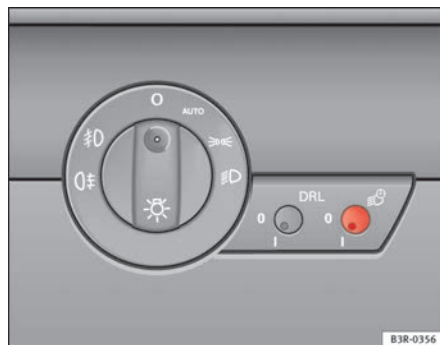

Fig. 87 Dettaglio della plancia portastrumenti: Interruttore coming / leaving home
- Premere l'interruttore ⇒ fig. 87 per sbloccarlo.